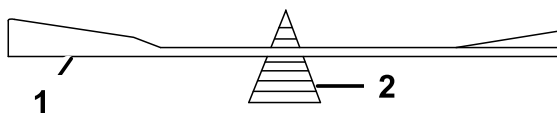

Figura 84
2. Verifique el equilibrio de la cuchilla colocándola sobre un equilibrador de cuchillas (Figura 84).